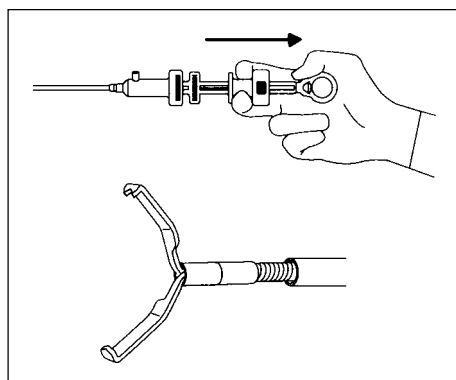

Рис. 3.16.
2. Медленно переместите ползунок в проксимальном направлении и убедитесь, что бранши клипса при этом открываются плавно, как показано на рис. 3.16.